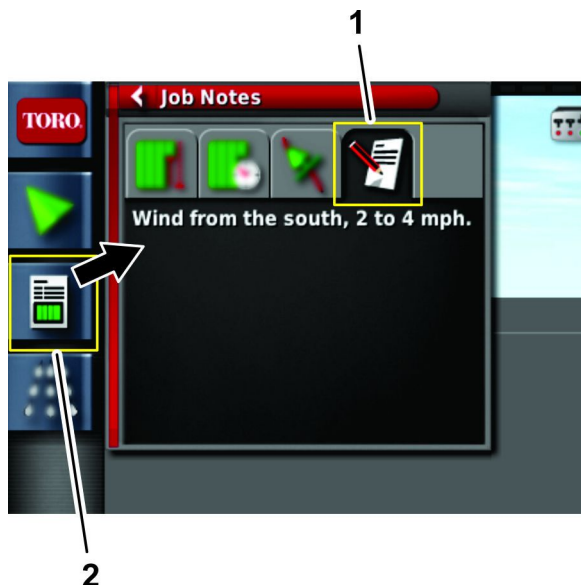

図 87
1. 作業情報アイコンを開く 図 87。
2. 作業ノートアイコンを押す 図 87。